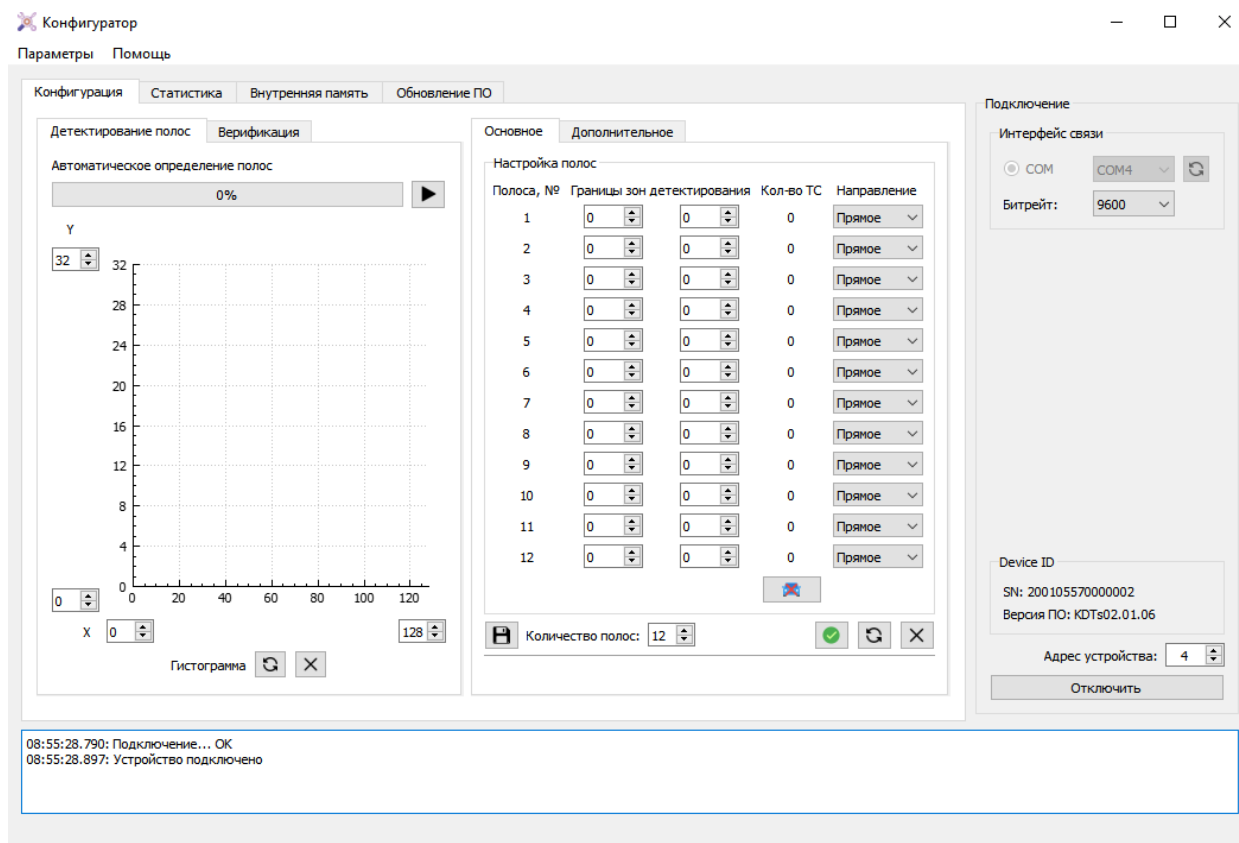

Рисунок 3.16 – Внешний вид программы после подключения изделия
3.7.13.1 Для разрыва соединения с изделием необходимо нажать «Отключить» в блоке «Подключение» (рисунок 3.16).